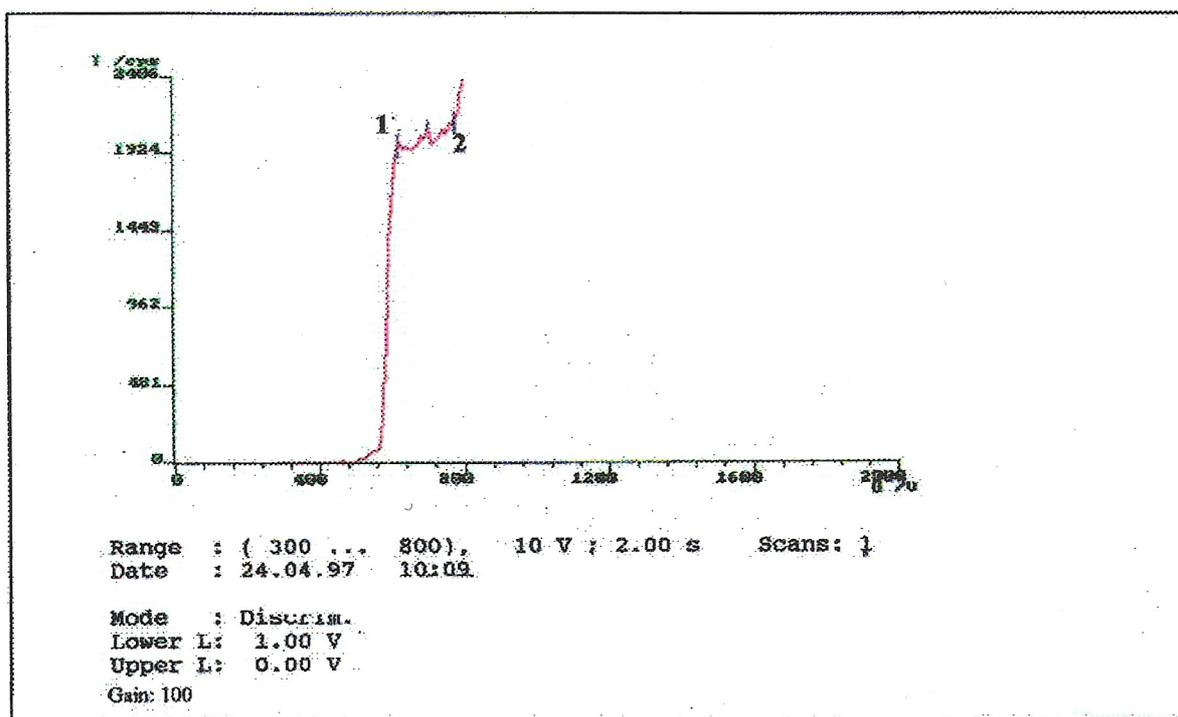

FIGURA 4. Curva de trabalho do detector.
Acionar o comando **Start Measurement**, teclar **Enter**. Um gráfico semelhante ao da Figura 4 será formado.
**Nota:** no intervalo compreendido entre os números 1 e 2 (Figura 4), varia-se a tensão para se obter o pico a 5V.
exemplo, interceptando o eixo U/V com o cursor na Figura 4, encontrou-se o valor de **U690V**; caso não seja possível encontrar um ponto definido, colocar o mais próximo, para menos.